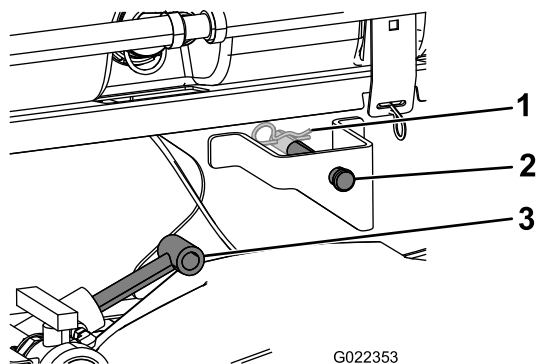

Рисунок 10
4. Выдвиньте подъемные цилиндры до кронштейнов на раме бака и совместите рычаги цилиндров с отверстиями в кронштейнах рамы бака (Рисунок 10).